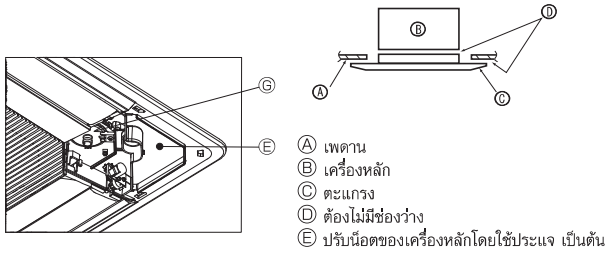

Fig. 9-7
9.3.3. การติดตั้งตะแกรง (Fig. 9-7)